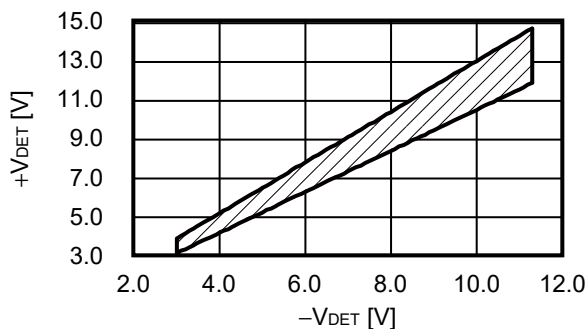

图2 解除电压可设领域
3. 可在满足以下条件的范围内设定解除电压 ($+V_{DET}$)。解除电压的设定范围如图2所示。